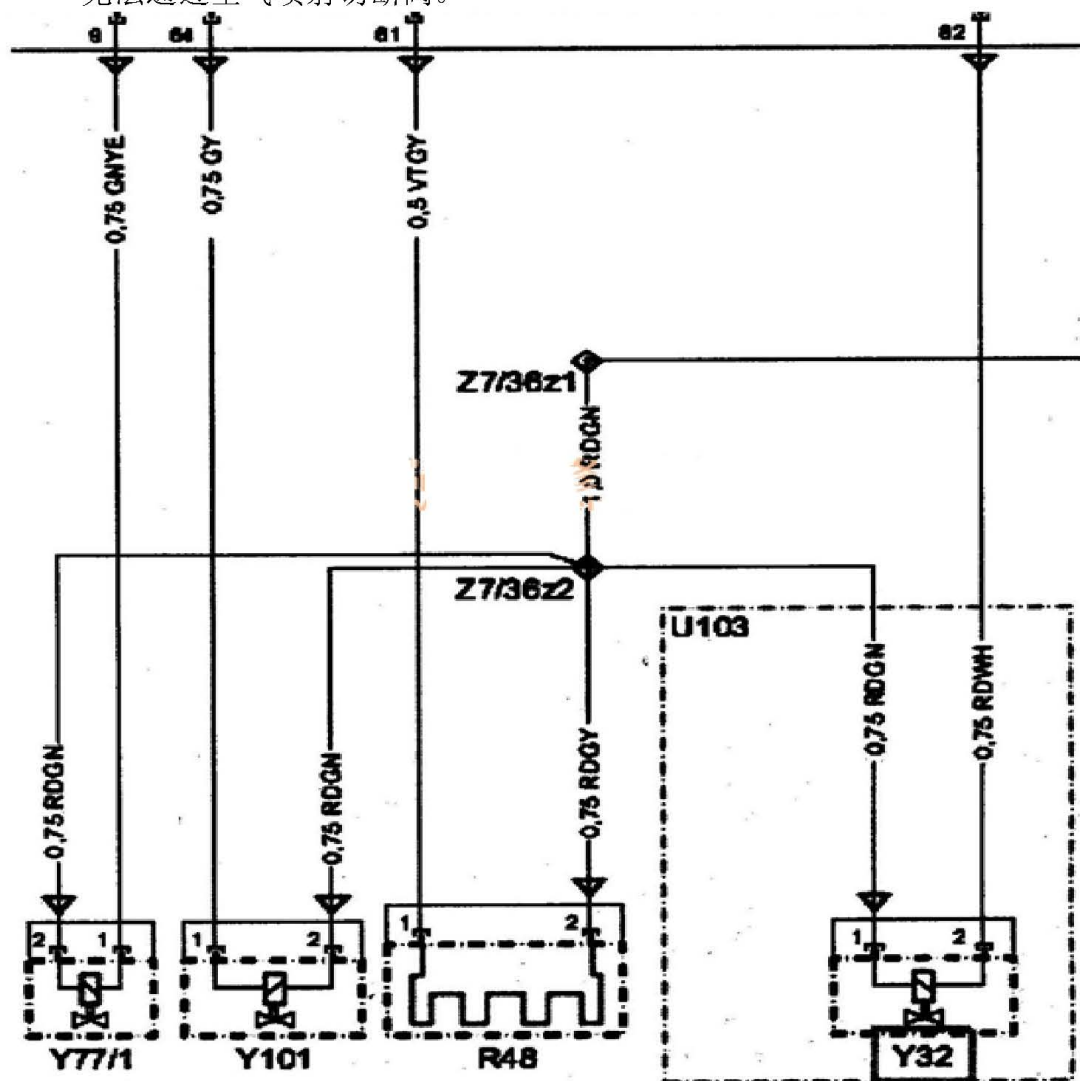

图2 Y32电路图
- A). 用 XENTRY 对二次空气喷射泵进行促动, 空气泵工作正常, 证明供电没有问题。拆下空气泵连接空气喷射切断阀 (126) 的进气管, 再次促动空气泵, 测试其工作效率正常。
- B). 拆下空气喷射切断阀 (126), 直接用真空枪对其真空连接处施加真空, 同时目测阀体内部芯轴的动作, 发现其内部芯轴在施加真空时有动作, 同时气流可通过该切断阀, 证明阀体内部的真空膜片没有破损, 切断阀工作正常。
- C). 检查空气泵转换阀 (Y32), Y32 是通过发动机控制模块控制接地促动的, 不工作时 Y32 的 1 号脚会有 12V 左右的常电, 需要二次空气喷射工作时, 发动机控制模块会给 Y32 的 2 号脚一个接地信号 (电路图如图 2 所示), 接通真空泵与空气喷射切断阀的真空连接, 从而接通空气泵到排气歧管的管路。用 XENTRY 同样可以单独促动 Y32, 当用 XENTRY 促动时, 未见其有任何动作; 将其连接上空气喷射切断阀, 促动二次空气喷射泵, 同时观察空气喷射切断阀内芯轴的动作, 发现空气泵工作时 Y32 并没有接通, 气流无法通过空气喷射切断阀。